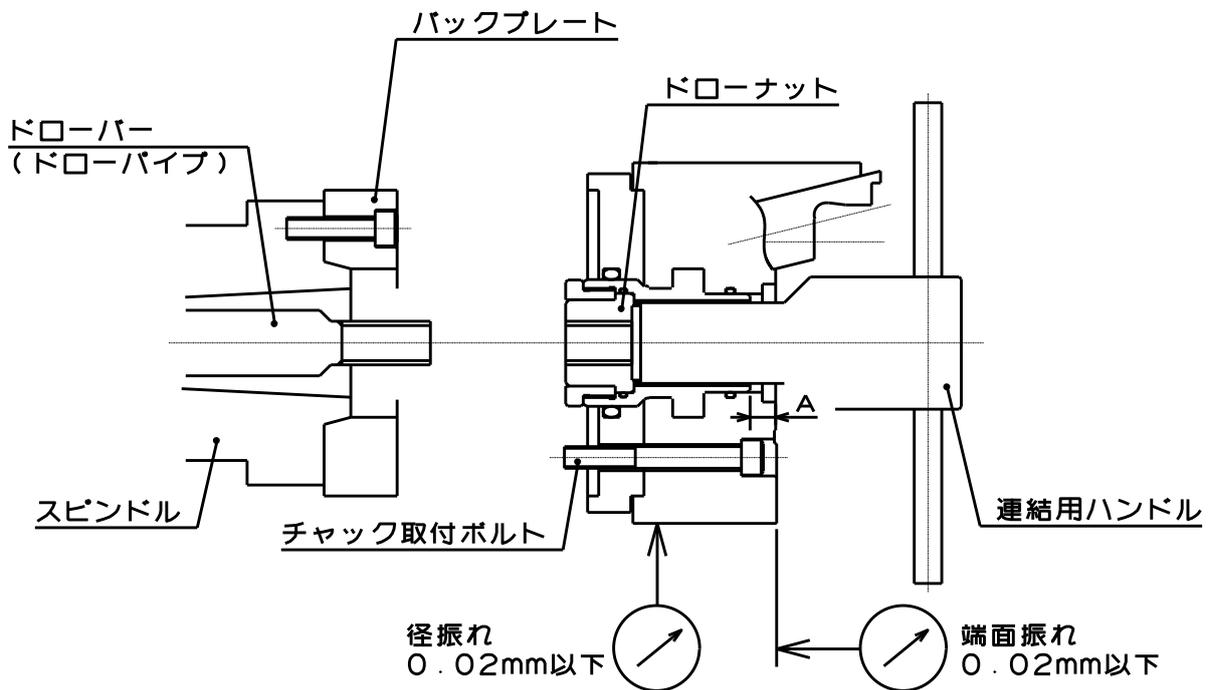

図 15
- ・ シリンダ前進端でのプランジャの適正位置は、図 15 の寸法 A が下表となる位置です。